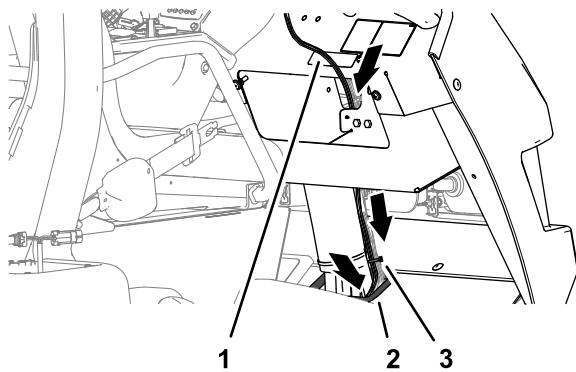

Figure 69
4. Acheminez le faisceau avant le long du faisceau de la machine et à travers le passe-câble du plancher (Figure 69).